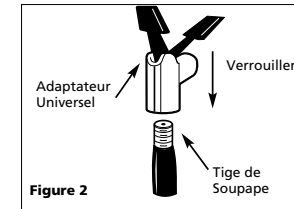

Figure 2
- Fixez l'adaptateur universel (voir la Figure 2) du gonfleur à la tige de la soupape avec le levier en position vers le haut. Assurez-vous de presser entièrement l'adaptateur vers le bas